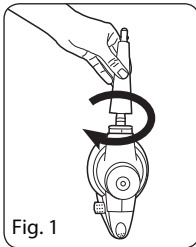

Fig. 1
1. Inserte la extensión en la boquilla de vapor (Fig. 1). Alinee las marcas en la boquilla y la extensión y gire esta última hacia la derecha hasta que encaje en la posición correcta. Una vez que la extensión haya sido montada, puede ser empleada sola para aplicación directa de vapor caliente o como extensión para otros accesorios. En la "Tabla de accesorios" encontrará la lista de accesorios que puede ser instalados en las extensiones.